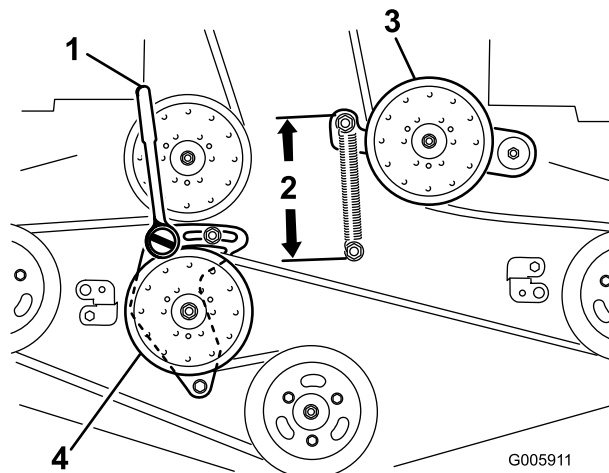

Рисунок 89
6. Ослабьте рычаг фиксированного натяжного ролика и отрегулируйте его, чтобы снять натяжение ремня (Рисунок 89).
9. Вставьте ключ с храповым механизмом и коротким удлинителем или монтировку в квадратное отверстие рычага фиксированного натяжного ролика (Рисунок 89).
11. Чтобы увеличить натяжение ремня, поверните ключ с храповым механизмом или монтировку против часовой стрелки для перемещения фиксированного рычага натяжного ролика так, чтобы получить расстояние 16,5 см между зацепами пружины (Рисунок 89).